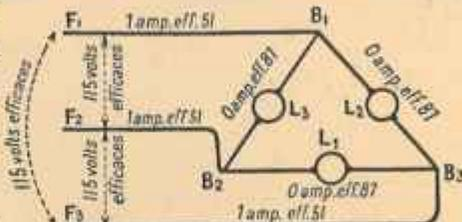

FIG. 23. — Courants et tensions dans le triphasé-triangle.
Il nous reste à préciser les valeurs des courants et des tensions dans un tel montage (fig. 23). Les lampes L_1, L_2, L_3 sont, par exemple, toutes trois de 100 watts : elles consomment donc 0 ampère 87 sous 115 volts (1). Supposons de plus qu'elles soient *allumées toutes les trois* (2); chacune des phases B_1, B_2, B_3 (ou
(1) 0,87 multiplié par 115 égale 100 (voir § 13).
(2) Il peut d'ailleurs se présenter deux autres cas :